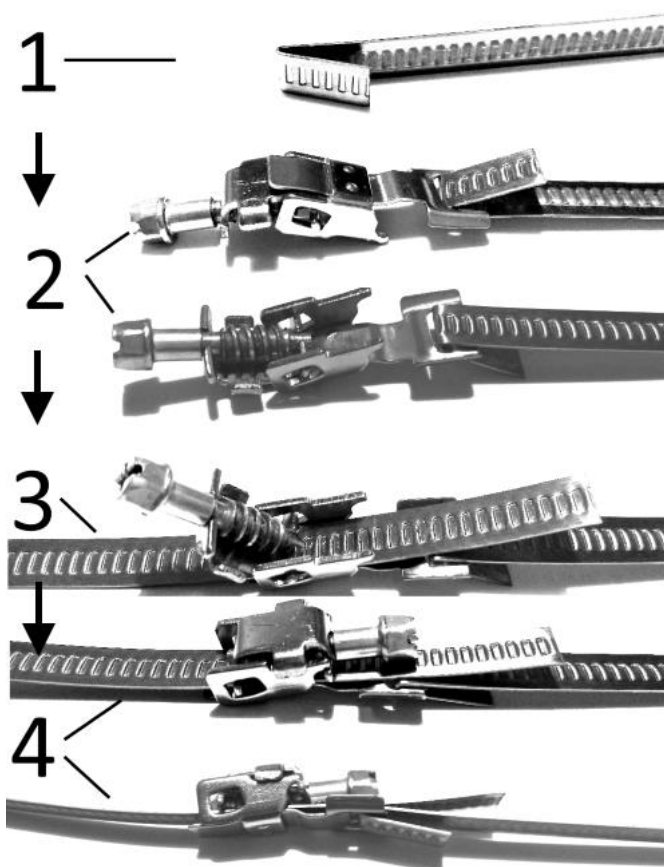

Рис. 5.1. Закрепление замка хомутной ленты
- 1) Закрепить замок на ленте как показано на (Рис. 5.1.).